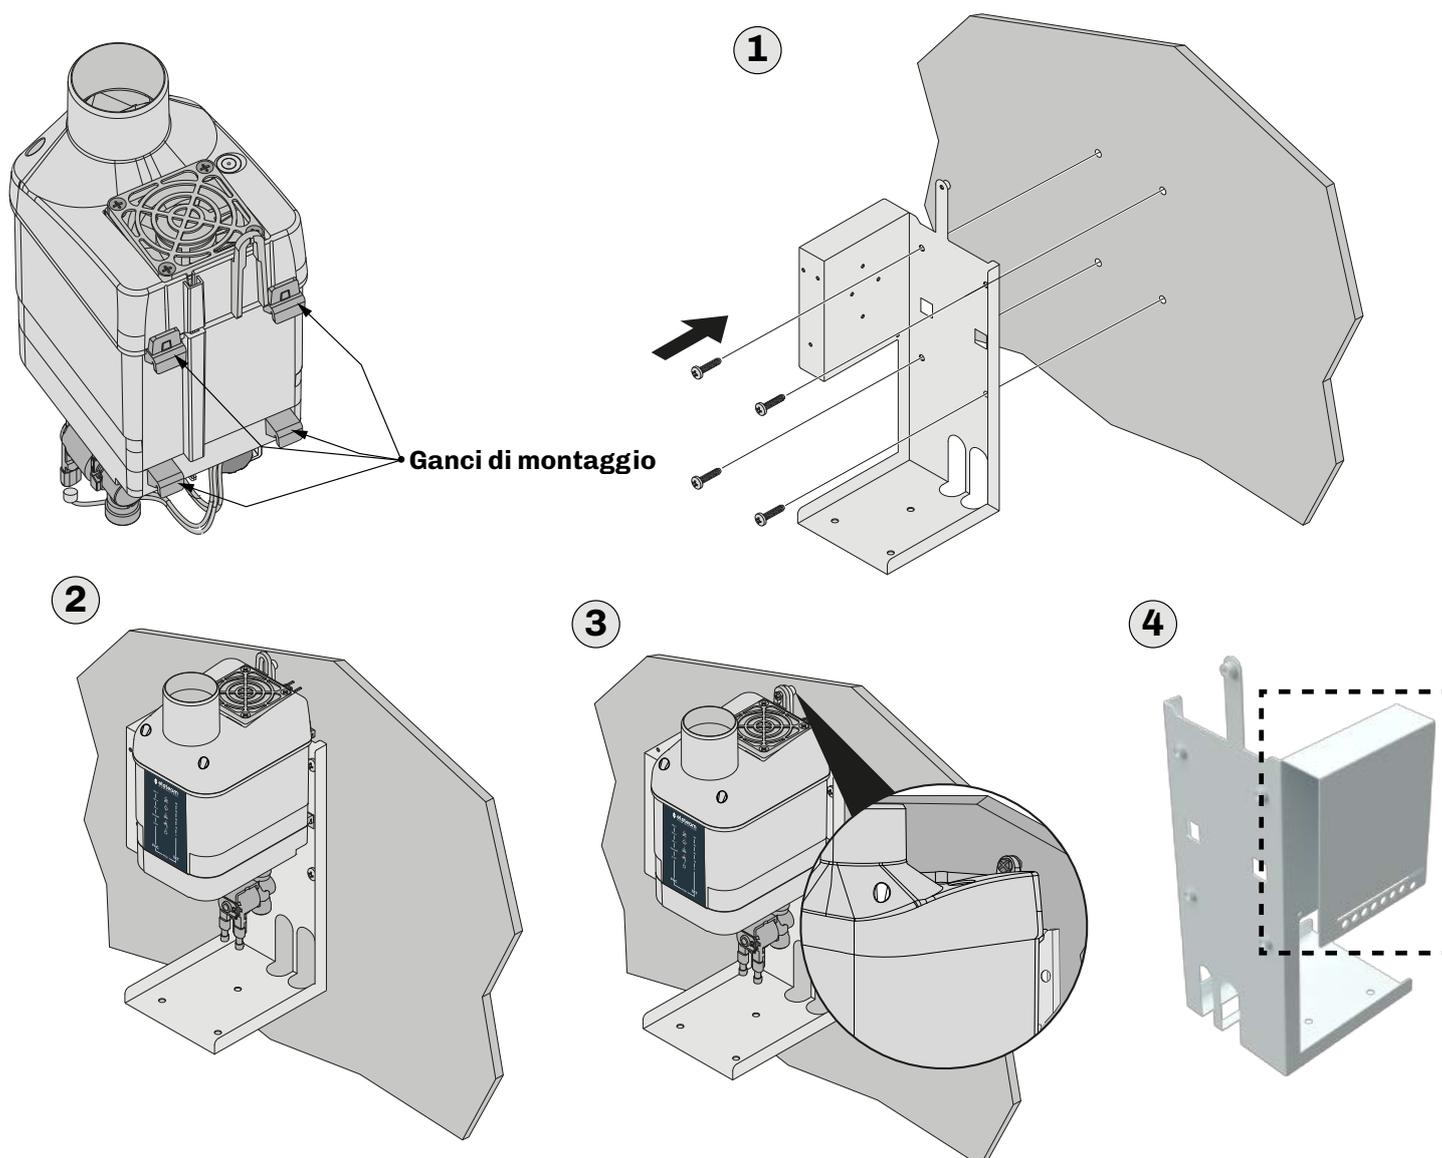

Fig. 10. Istruzioni di montaggio box a parete
- Fissare il box al muro seguendo le istruzioni riportate nell'immagine "FIG. 10. ISTRUZIONI DI MONTAGGIO BOX A PARETE" A PAGINA 24 e le dimensioni dei fori e del box riportate nel sottocapitolo "4.3.2 DIMENSIONI MISTRAL CON BOX" A PAGINA 18 (1);
- Agganciare l'umidificatore **Mistral** al box, assicurandosi che sia ben fissato (2);
- Fissare l'umidificatore alla parete in cui è montato utilizzando una vite M4 a testa piatta ed una rondella, adatta alla parete di fissaggio (3).
- Installare l'alimentatore nell'apposito vano (4).